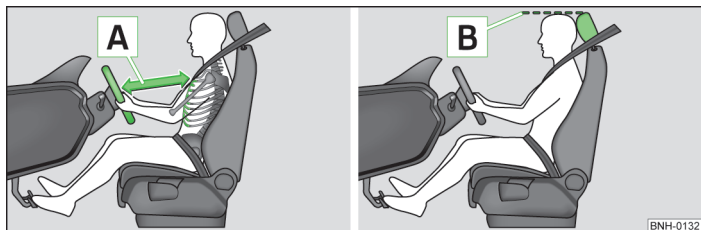

Fig. 76 Distancia correcta del conductor al volante/Ajuste correcto del reposacabezas
- Ajustar el volante de tal modo, que la distancia **A** » fig. 76 entre el volante y el esternón sea, como mínimo, de 25 cm.
- Ajustar el reposacabezas de tal modo, que el borde superior **B** » fig. 76 » página 94 del mismo se encuentre dentro de lo posible a la misma altura que la parte superior de su cabeza¹⁾.
- Ajustar el reposacabezas de tal modo, que el borde superior **B** » fig. 76 » página 94 del mismo se encuentre dentro de lo posible a la misma altura que la parte superior de la cabeza.